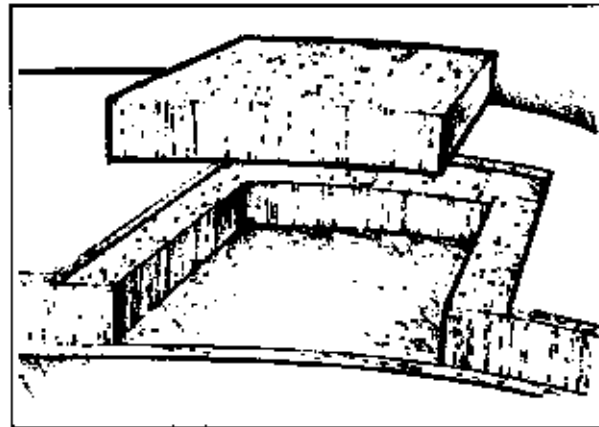

Abb. 4-6 Setzen Sie ein neues Stück Kernmaterial ein, das in Form, Dicke und Dichte dem entfernten Material entspricht.
5. Ein neues Stück Kernmaterial wird zugepaßt, wobei Art, Form und Flächengewicht dem ursprünglichen Material entsprechen sollen. Das Stück wird erst einmal trocken angepaßt. Es darf nicht höher sein als das umgebende Material (Abb. 4-6). Man sollte immer versuchen, das gleiche Material zu bekommen, das im Boot verwendet wurde. Gelingt das nicht, muß man versuchen, ein gleich dickes und festes Material zu kaufen. Es ist besser, wenn das eingefügte Material etwas dünner als zu dick ist.